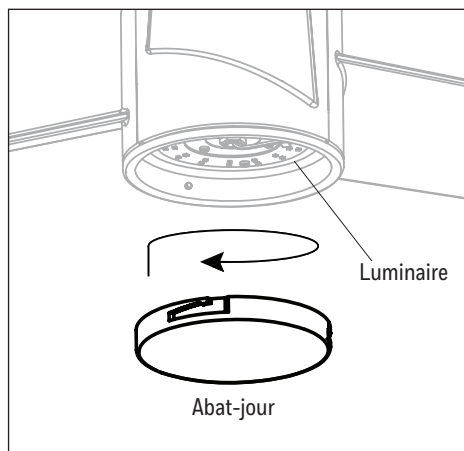

Figure 5.7
- Fixez l'abat-jour au luminaire en tournant l'abat-jour dans le sens des aiguilles d'une montre jusqu'à ce qu'il soit fermement fixé au luminaire (Figure 5.7).